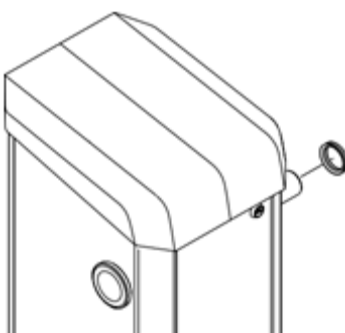

Fig. 29: Retirar o anel em V.
16. Colocar o anel em V no eixo flangeado. O lábio de vedação aponta para o gabinete de cancela. → Consultar também a página 66, Fig. 29.